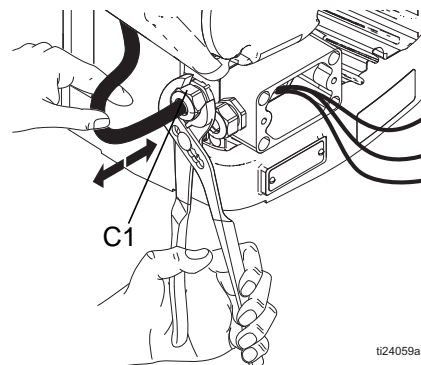

Fig. 18: Afloje el soporte de cables
9. Utilice una llave ajustable para aflojar el prensacables del ventilador (C1). Vea FIG. 18, página 14.